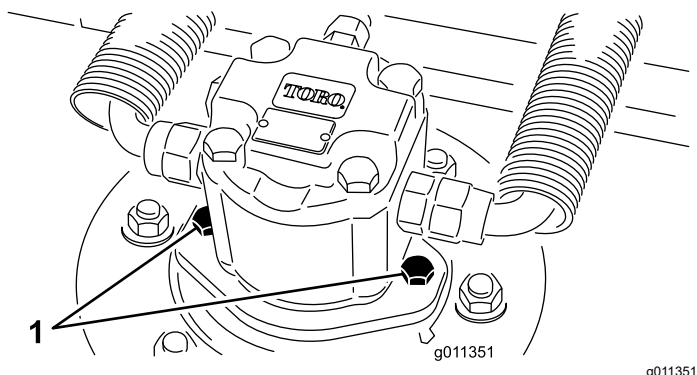

Figura 96
2. Deconectai și scoateți motorul hidraulic din unitatea de tăiere (Figura 96). Acoperiți partea superioară a axului pentru a preveni contaminarea.
4. Instalai motorul hidraulic pe punte (Figura 96). Asigurați-vă că garnitura inelară este fixată și nu prezintă deteriorări.